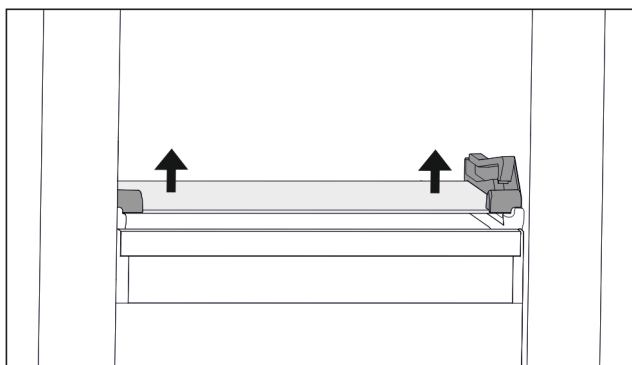

Fig. 131 Skleněná deska odklápěcí zásuvky
- ▶ Vytlačte skleněnou desku zdola na obou stranách nahoru. (viz Fig. 131)